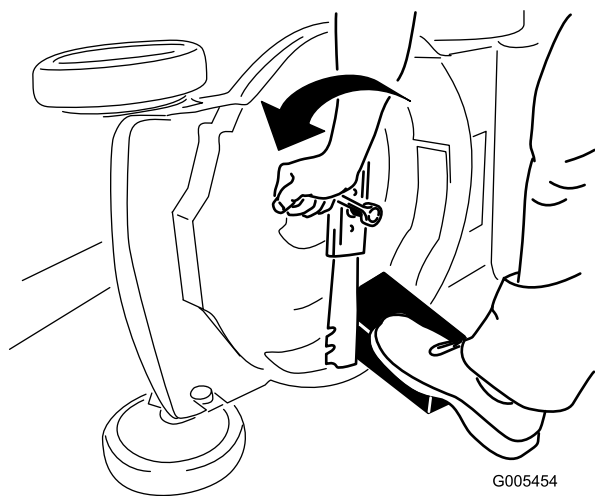

Figura 21
3. Usate un blocco di legno per tenere ferma la lama (Figura 21).
4. Togliete la lama e conservate la bulloneria di montaggio (Figura 21).